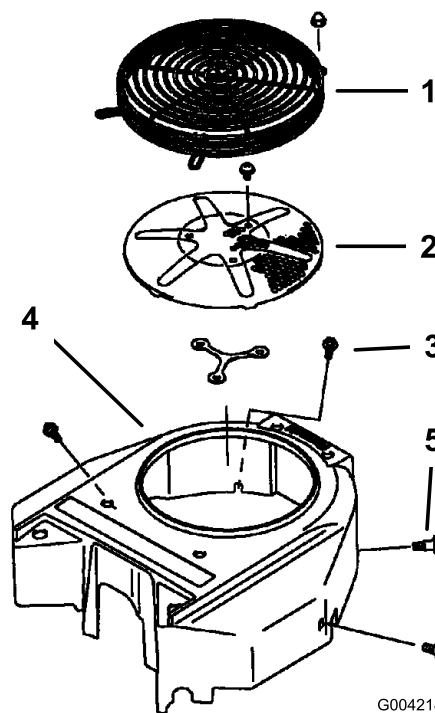

Figura 76
Antes de cada uso, retire cualquier acumulación de hierba, suciedad y otros residuos de la rejilla del motor. Esto ayudará a asegurar una refrigeración adecuada y una velocidad de motor correcta, y reducirá la posibilidad de sobrecalentamiento y daños mecánicos al motor (Figura 76).
3. Retire la rejilla de entrada de aire, el arrancador de retroceso y la carcasa del ventilador (Figura 76).
5. Instale la rejilla de entrada de aire, el arrancador de retroceso y la carcasa del ventilador (Figura 76).